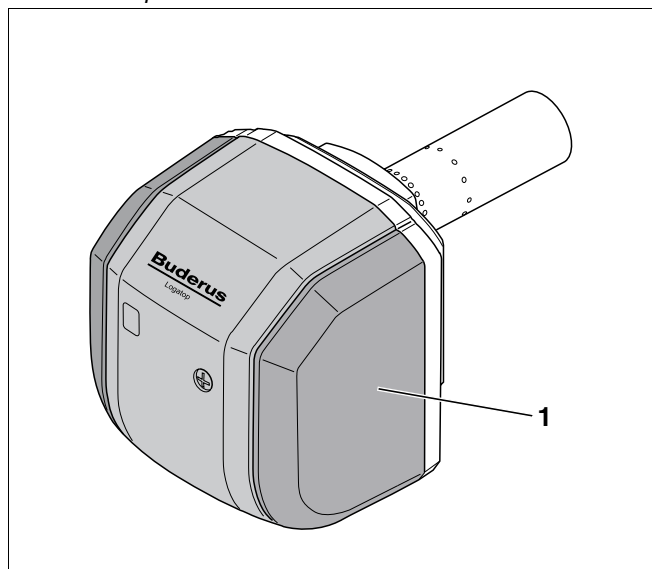

Fig. 2 Brûleur
- Capot du brûleur (fig. 2, **pos. 1**)